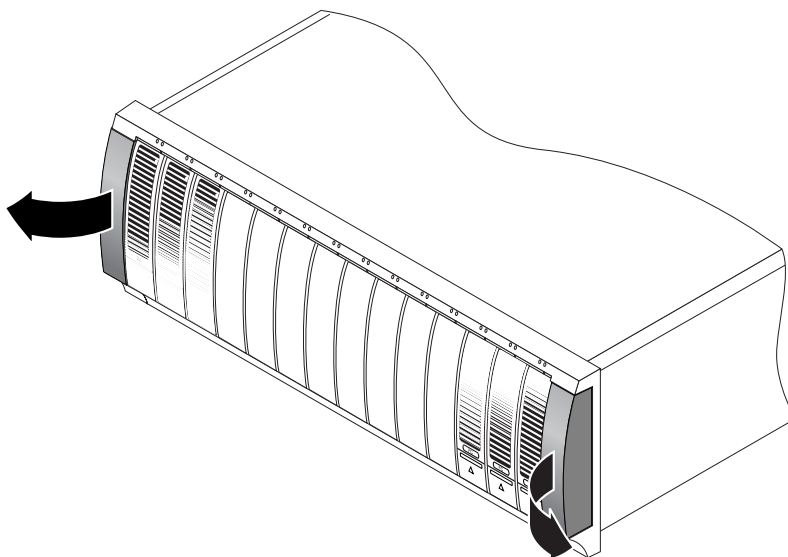

図 2-13 格納装置の両端のふたの取り外し
1. 格納装置の左右両端のふたを開けて取り外し、取り付け用のねじ穴を取り扱えるようにします (図 2-13)。